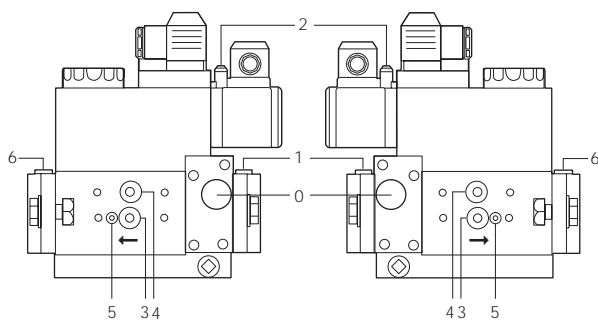

Рис. 35
- Чистка и контроль патрона газового фильтра, при необходимости его замена (см. Рис. 35 и последующие рисунки)